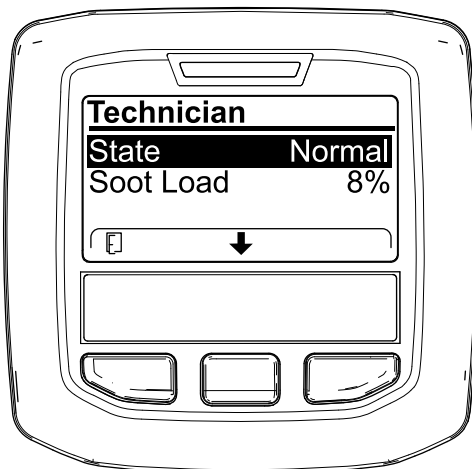

Figura 43
- Utilice la tabla de funcionamiento del DPF para consultar el estado actual del DPF (Figura 43).